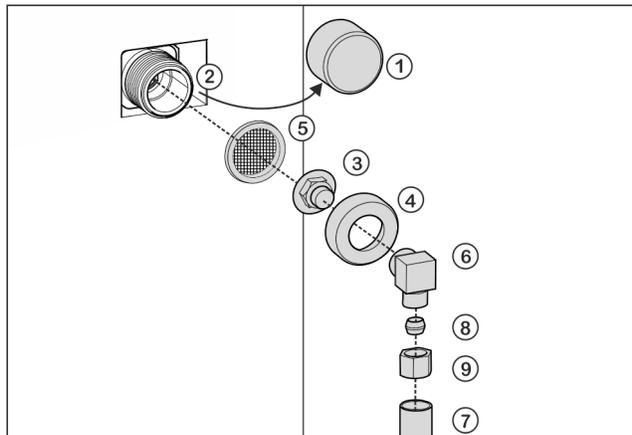

Fig. 26
- ▶ Enlever le bouchon *Fig. 26 (1)* de l'électrovanne *Fig. 26 (2)*.
- ▶ Insérer la pièce de raccordement *Fig. 26 (3)* dans l'écrou-raccord *Fig. 26 (4)*.
- ▶ Insérer le filtre *Fig. 26 (5)* avec la cavité dirigée vers le bas en direction de la pièce de raccordement *Fig. 26 (3)*.
- ▶ Visser l'écrou-raccord *Fig. 26 (4)* à la main sur le filetage de l'électrovanne *Fig. 26 (2)* jusqu'à ce qu'il soit bien positionné.
- ▶ Visser le coude *Fig. 26 (6)*.
- ▶ Raccorder la conduite d'eau *Fig. 26 (7)* (par ex. conduite en cuivre de 1/4" OD) au coude *Fig. 26 (6)* à l'aide de la bague de serrage *Fig. 26 (8)* et de l'écrou *Fig. 26 (9)*.
- ▶ Si nécessaire : Fixer la conduite d'eau *Fig. 26 (7)* sur le boîtier à l'aide de l'étrier d'arrêt.
- ▶ Mettre le coude *Fig. 26 (6)* de côté.
- ▶ Raccorder la conduite d'eau *Fig. 26 (7)* (par ex. conduite en cuivre 1/4" OD) à la pièce de raccordement *Fig. 26 (3)* avec une bague de serrage *Fig. 26 (8)* et un écrou *Fig. 26 (9)*.